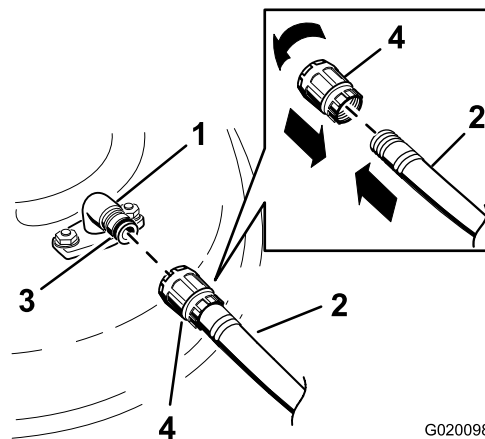

Bild 76
- Montieren Sie die Schlauchkupplung auf die Kupplung am Mähwerk-Spülanschluss und drehen Sie das Wasser mit starkem Druck auf (Bild 76).